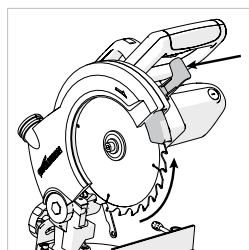

Fig. 25
- Appuyez sur le levier de verrouillage du protège-lame inférieur (a) et faites tourner le protège-lame inférieur (b) en haut dans le protège-lame supérieur. **(Fig. 25)**